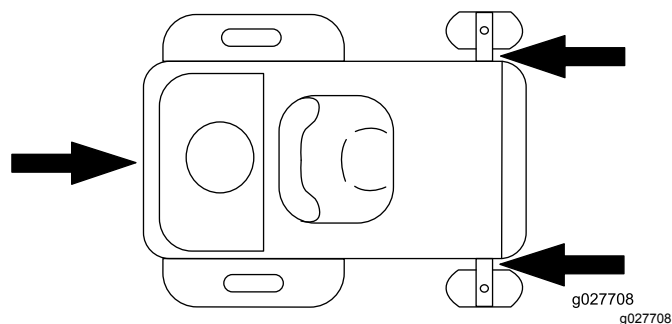

Figura 33
6. Prenda a máquina perto das rodas giratórias frontais e pára-choques traseiro com correias, correntes, cabos ou cordas (Figura 33). Consulte as diretrizes locais relativas a requisitos de dispositivos de fixação.